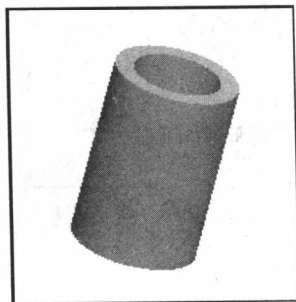

图 1-10 生成的拉伸 1 效果
(10) 在“拉伸”操控板右侧单击“确定”按钮, 生成拉伸 1 效果, 如图 1-10 所示。